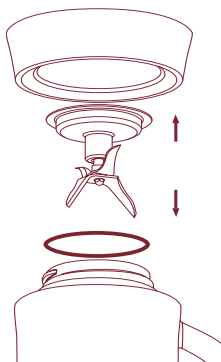

Figure 8
8. Mettez chaque pichet sens dessus dessous et dévissez son embase (en tournant en sens antihoraire, soit à gauche). Retirez prudemment le couteau ainsi que le joint d'étanchéité du couteau (figure 8).